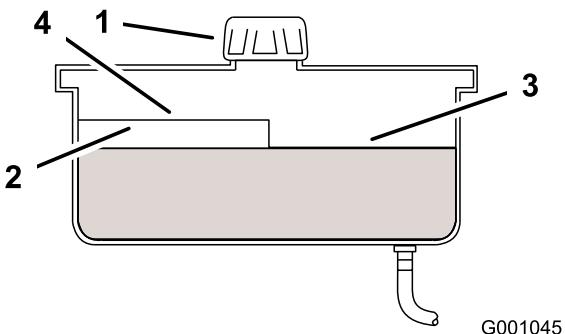

Figure 56
4. Nettoyez la surface autour du bouchon et du goulot de remplissage du réservoir hydraulique (Figure 56).
5. Retirez le bouchon du goulot de remplissage. et vérifiez si le réservoir contient du liquide. (Figure 56)
- Remarque:** Lorsque l'huile est chaude, elle doit atteindre le haut du repère "à chaud" sur le déflecteur (Figure 56).